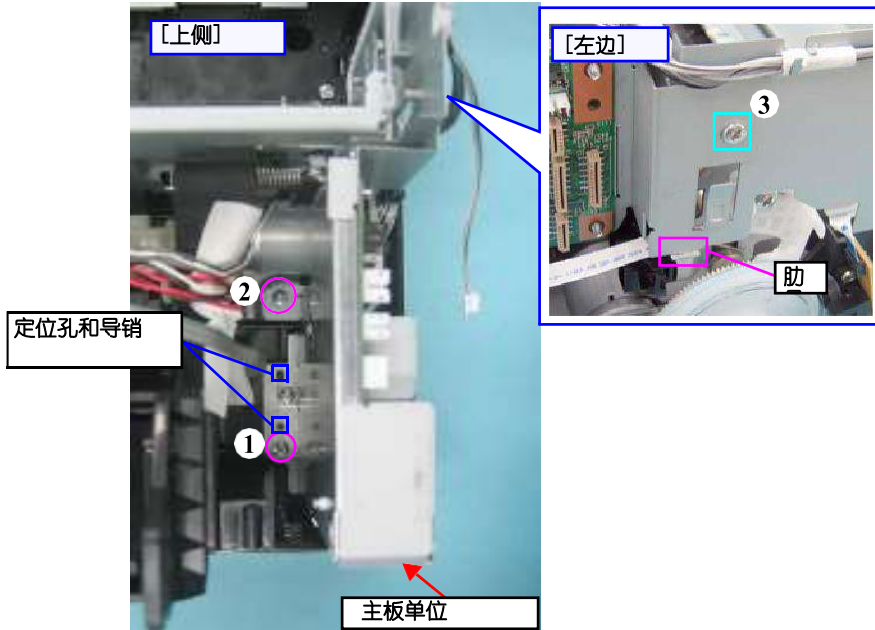

图1-25. 拆卸主板单元 (2)
- 将定位孔与导向销匹配，如图1-25所示。
- 将主板单元的肋骨插入电缆固定架的定位孔，如图1-25所示。
- 按照图1-25中的顺序拧紧螺钉。